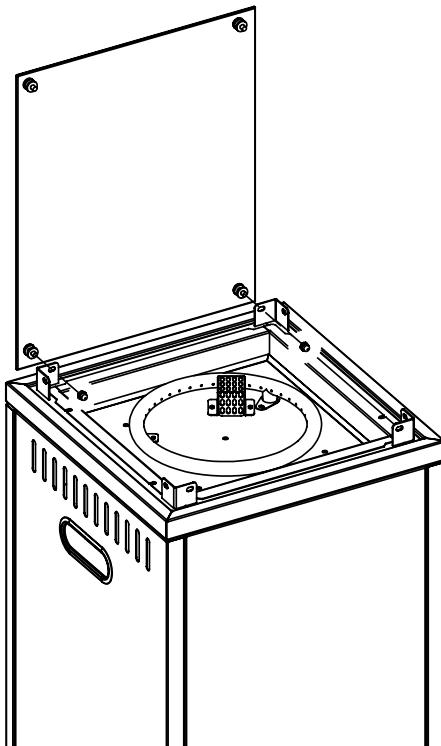

Рис. 15.
12. Вставьте предварительно установленный винт на шаге 11 и два винта на одном конце закаленного стекла с уплотнителем из силикагеля в отверстия кронштейнов на обоих концах верхней части корпуса, закрутите колпачковые гайки M6 изнутри и отрегулируйте положение закаленного стекла по центру. Соберите оставшиеся части закаленного стекла в корпус по очереди в соответствии с инструкциями. Отрегулируйте зазор в нижней части каждого стекла, чтобы он был ровным, затем закручивайте винты до тех пор, пока силикагелевые прокладки с обеих сторон стекла полностью не прилянут к стеклу, а затем продолжайте затягивать гайки на пол-оборота (рис. 15).